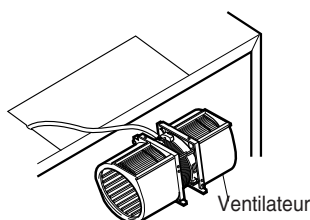

Figure 20
4. Faire tourner le ventilateur de 90°, de façon à ce que les bouches d'évacuation soient dirigées vers le haut de l'armoire. Voir la figure 20.